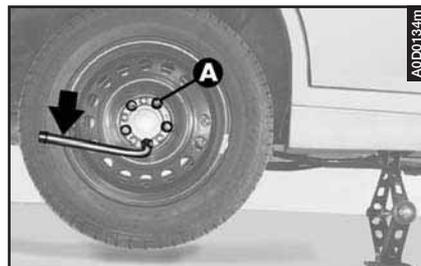

fig. 9
– Svitare completamente i bulloni di fissaggio (**A-fig. 9**) e rimuovere la ruota.